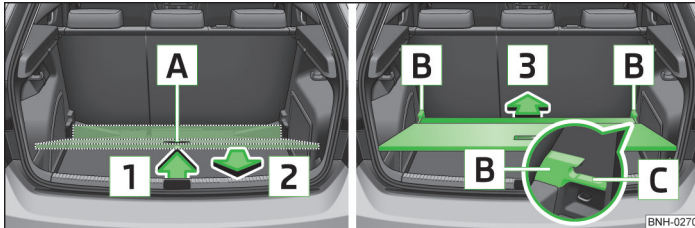

Abb. 68 Variablen Ladeboden in die obere Position einstellen
- Den variablen Ladeboden am Griff **A** » Abb. 68 fassen.